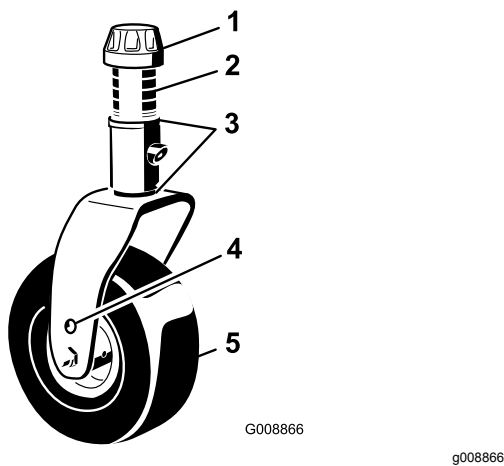

Figure 109
1. Enlevez le chapeau de tension de l'axe de pivot et sortez l'axe du bras de la roue pivotante (Figure 109).